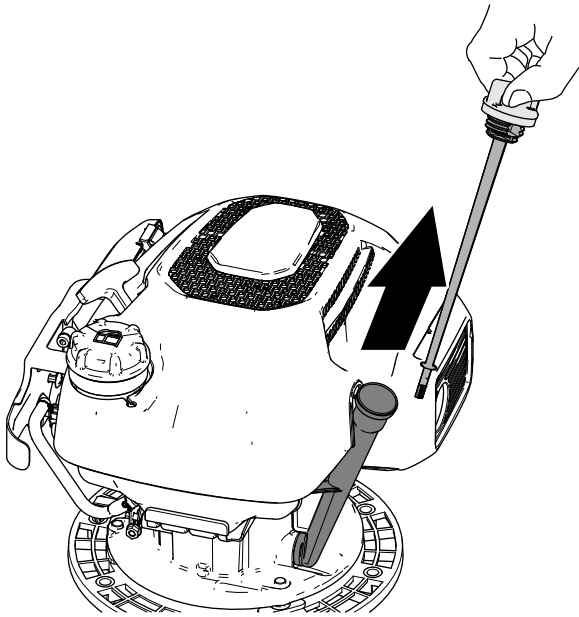

Figura 14
5. Fissate il raccordo della stegola alla stegola superiore (Figura 14) con il bullone ($\frac{1}{4}$ " x $1\frac{3}{4}$ " e il dado di bloccaggio ($\frac{1}{4}$ ").
2. Rimuovete l'asta di livello dal bocchettone di riempimento dell'olio e pulite l'asta di livello con un panno pulito (Figura 14).